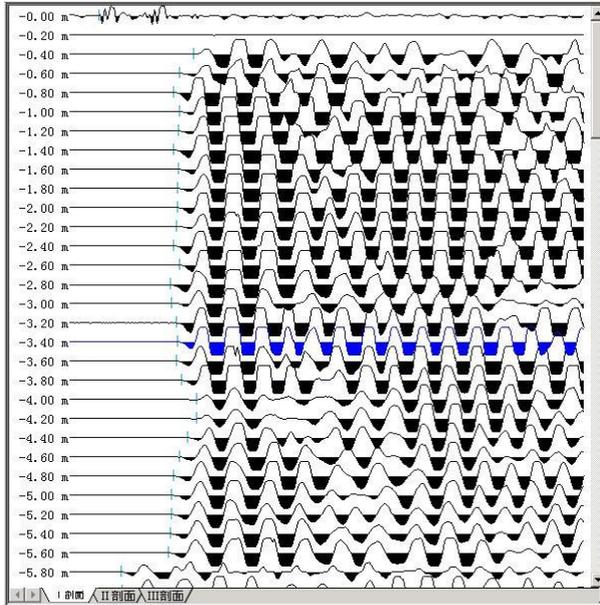

图 9.21 波形列表区
C) 波列窗口。用于显示当前检测面的波列及各个波形对应的深度。当鼠标在波列窗口中滑动时，经过某一波形时该波形颜色变成蓝色，且鼠标变成手形，表示此波形处于可选状态，此时如果单击鼠标左键，则该波形颜色变成红色，表示该波形被选中，同时该波形显示在单波分析窗口中并可以对该波形进行分析，通过选择窗口下面的标签，可以在不同的几个检测面之间切换(如图 9.21)。